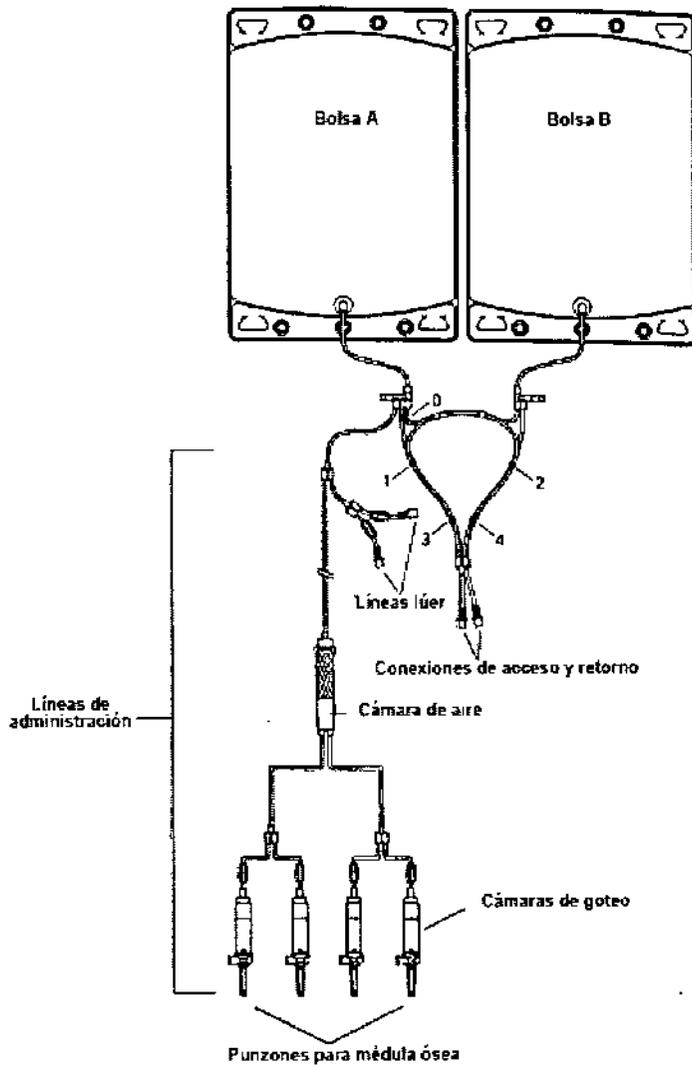

Figura 8B-1. Equipo PMO
4. Cuelgue las bolsas y retire el hemóstato del punto 0 de pinzado. Cebe las líneas de retorno y acceso de la bolsa de médula. Apriételas en el punto 1. (Ver la figura 8B-1.)